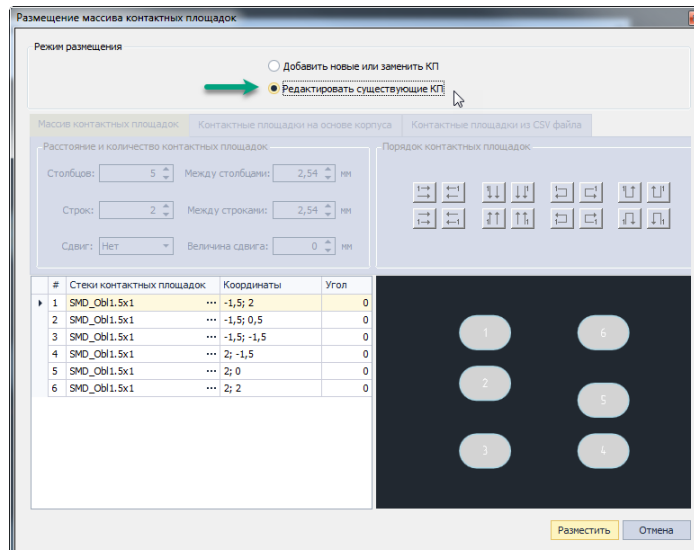

Рис. 137 Переключатель режима для массива контактных площадок
2. Установите переключатель, расположенный в верхней части окна в положении «Редактировать существующие КП», см. Рис. 137.